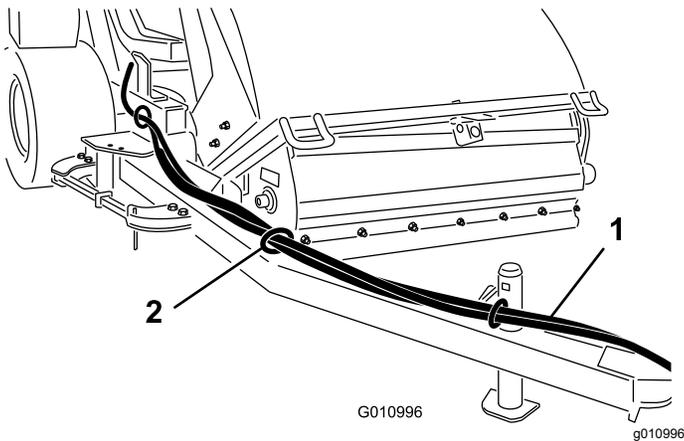

Рисунок 11
1. Проложите гидравлические шланги и жгут проводов через направляющие шлангов к передней части буксировочной штанги (Рисунок 11).